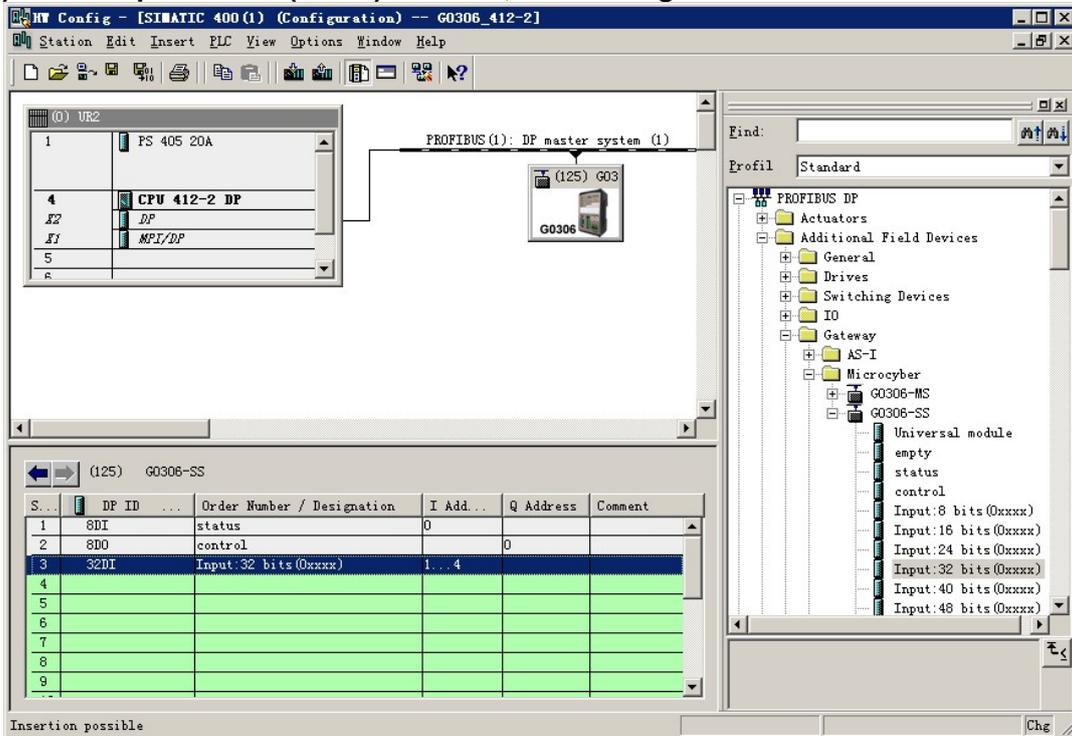

Figure 42 Add “Input:32 bits(0xxxx)” Module
**a) Add “Input: 32 bits(0xxxx)” Module, show in Figure 42:**